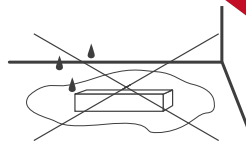

Рис. 3. Не устанавливать источник в местах скопления воды.
- 4.9. Не размещайте источник в местах и нишах, где может скапливаться вода. Нахождение источника в воде (лужа, тающий снег) вызывает разрушающие электрохимические процессы (Рис. 3).